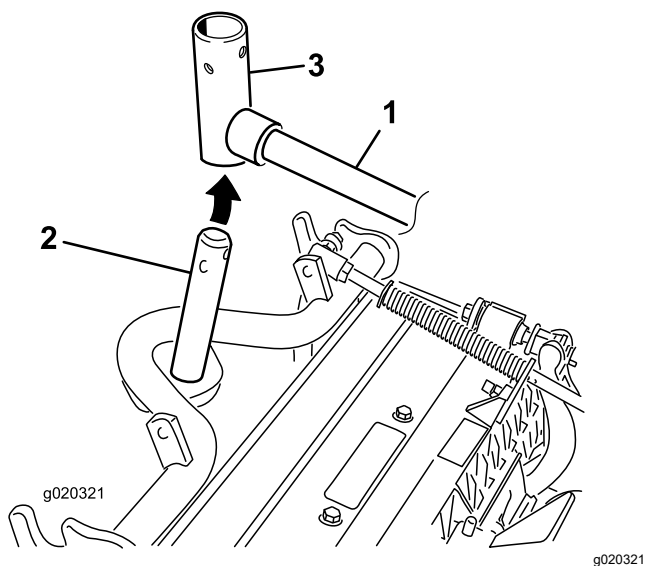

Рисунок 7
9. При установке передних режущих блоков передвиньте режущий блок под подъемным рычагом, одновременно вставляя вал несущей рамы вверх в вилку шарнира подъемного рычага (Рисунок 7).
- В. Вставьте вилку подъемного рычага в вал несущей рамы (Рисунок 7).